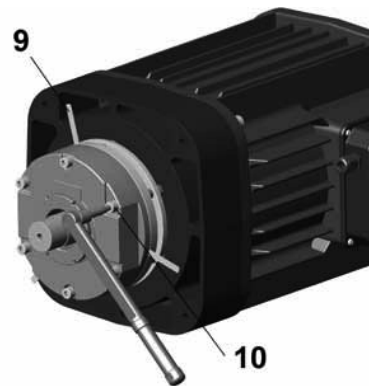

Abb. 150
6. Drehen Sie den Ring **-8-** um 360° (1 vollständige Umdrehung) gegen den Uhrzeigersinn und beachten Sie dabei, dass eine vollständige Umdrehung des Rings eine axiale Verschiebung des Bremsklotzes **-9-** um 1 mm bedingt (Abb. 150).